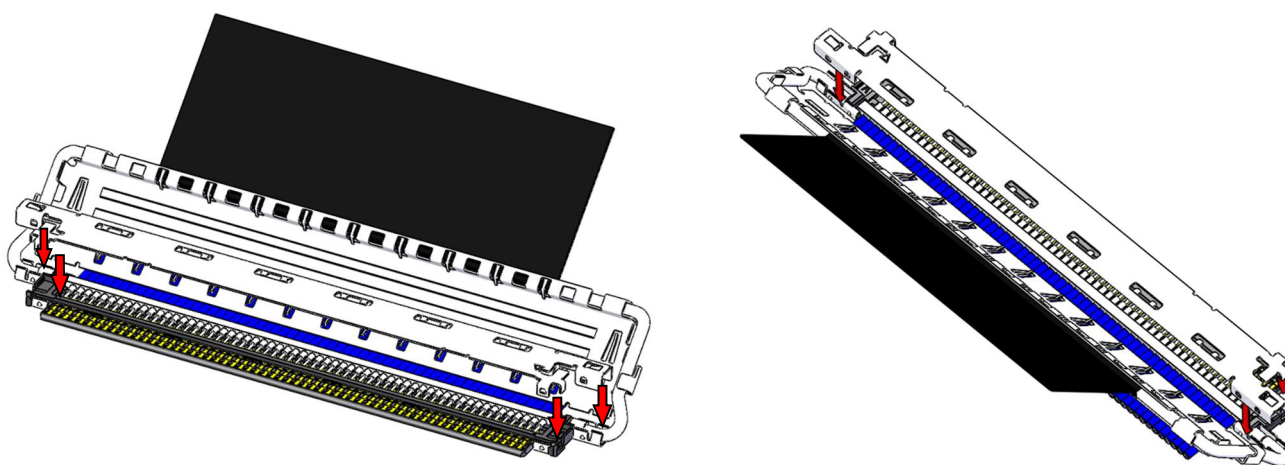

Fig.7 Assembly of Shell-A
- ② Fig.7 の様に Shell A を Housing assembly の上側から組み付ける。